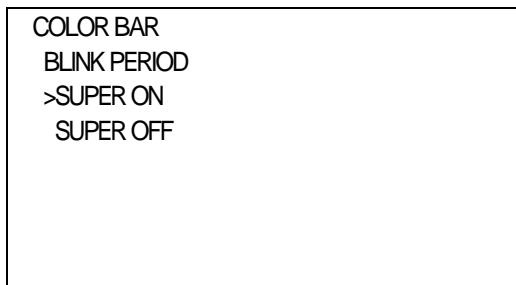

図4-9 オンスクリーンメニュー (PICT SEL SPEED例)
- 1) COLOR BARメニューで「BLINK PERIOD」を選択し、**ENTER** ボタンを押すと図4-9のような設定メニューが表示されます。